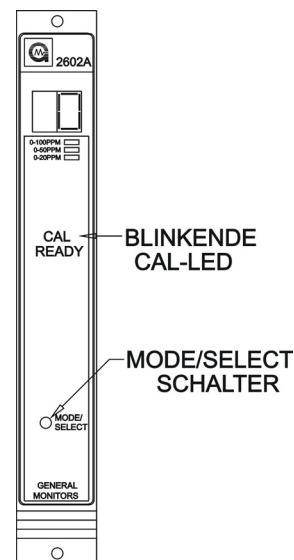

Abbildung 15 - Kalibrierungsprüfmodus aktivieren
Aktivieren Sie durch Drücken und Halten des Mode/Select-Schalters, bis die CAL-LED zu blinken beginnt (ca. zehn Sekunden), den Kalibrierungsprüfmodus. Lassen Sie den Mode/Select-Schalter los, wenn die CAL-LED zu blinken aufhört. Das Gerät befindet sich nun im Kalibrierungsprüfmodus (Abbildung 15).
- 2 Schalten Sie das Gerät gemäß der Anleitung auf Seite 17 dieser Bedienungsanleitung in den Kalibrierungsprüfmodus (Abbildung 15).